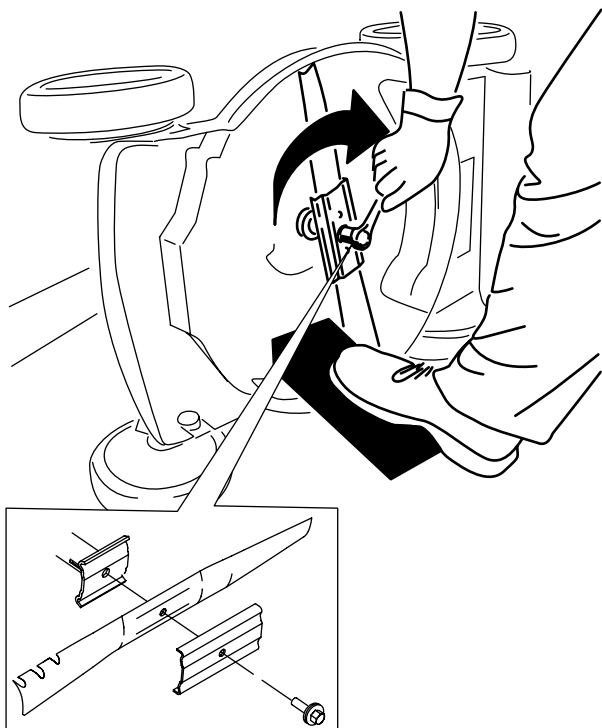

Figura 28
4. Instale la cuchilla nueva y todos los herrajes de montaje (Figura 28).